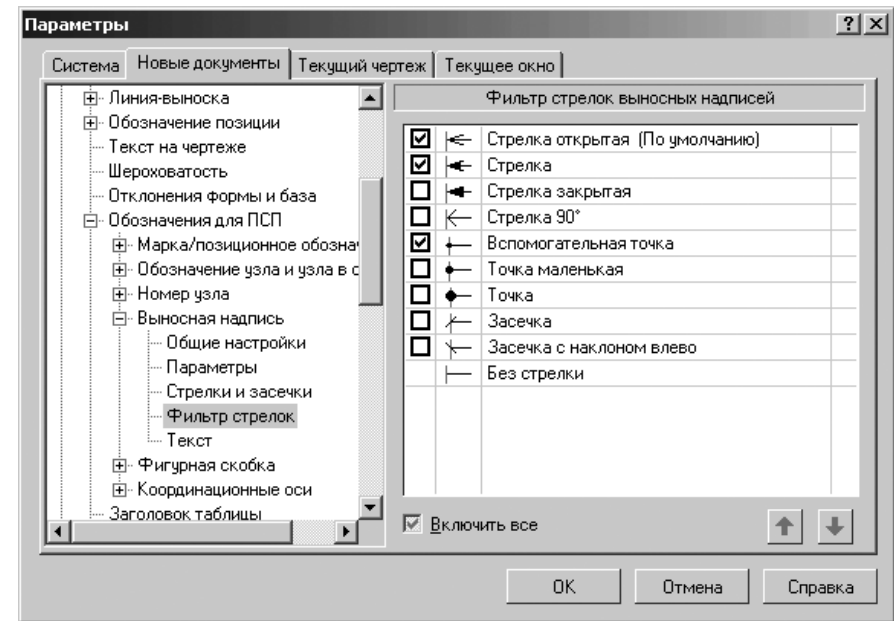

Рис. 10.63. Диалоговое окно **Параметры** с открытой вкладкой **Новые документы** и панелью **Фильтр стрелок выносных надписей**
- щелкните в списке настраиваемых элементов **Выносная надпись** по пункту **Фильтр стрелок**. В правой части появится панель **Фильтр стрелок выносных надписей**, показанная на рис. 10.63;